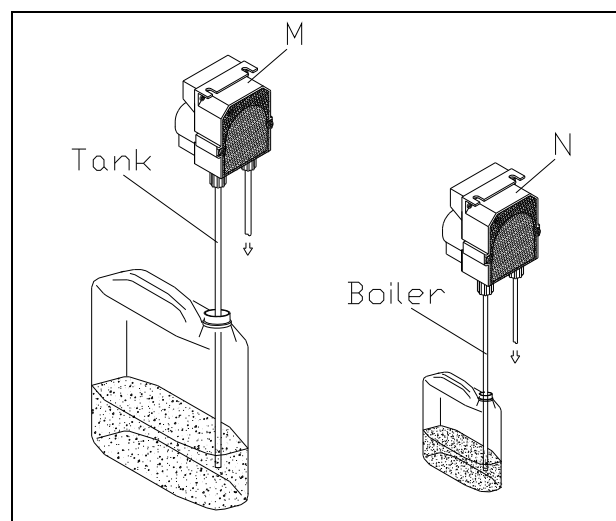

Fig. 3-4
- I dosatori di detersivo (M) (a richiesta) e brillantante (N) sono regolati dal costruttore. Nel caso si rendesse necessaria una diversa taratura agire sulla vite di regolazione degli stessi dosatori. I contenitori di detersivo e brillantante (se non in dotazione all'apparecchio) vanno posti presso la macchina ed il prelievo viene effettuato attraverso i tubi di raccolta trasparente (Tank per il detersivo e Boiler per il brillantante) situati nella parte posteriore dell'apparecchio (fig.3-4).
- The detergent dispenser (M) (optional) and rinse aid dispenser (N) are regulated by the manufacturer. If the setting needs to be changed, turn the regulating screw on the dispensers. The detergent and rinse aid containers (if not provided with the appliance) should be placed next to the machine and connected to the transparent pipes fitted to the back of the appliance (Tank for the detergent and Boiler for the rinse aid) (fig.3-4).
- Die Dosierer des Reinigungsmittels (M) (auf Anfrage) und des Glanzspülmittels (N) werden werkseitig eingestellt. Für andere Einstellungen die Stellschraube der Dosiervorrichtung regeln. Die Behälter für Reinigungsmittel und Glanzspülmittel (wenn nicht mit dem Gerät mitgeliefert) müssen in unmittelbarer Nähe der Maschine stehen und die Entnahme erfolgt über die durchsichtigen Schläuche (Tank für das Reinigungsmittel und Boiler für Glanzspülmittel) an der Rückseite des Geräts (fig.3-4).
- Les doseurs du détergent (M) (sur demande) et du produit de rinçage (N) seront réglés par le constructeur. S'il vous fallait régler différemment, faire tourner la vis de réglage sur les doseurs mêmes. Les alvéoles à détergent et à produit de rinçage (si non fournies avec l'appareil) seront mises près de la machine et le prélèvement sera effectué par des tubes transparents (Tank pour le détergent et Boiler pour l'agent de brillantage) situés derrière l'appareil (fig.3-4).
- Los dosificadores de detersivo (M) (a pedido) y abrillantador (N) salen de la fábrica regulados por el Constructor. En el caso de que se necesitara una regulación distinta, usar el tornillo de dosificación de los propios dosificadores. Si los contenedores de detersivo y abrillantador no forman parte del equipamiento base, se deben colocar cerca de la máquina; el detersivo y el abrillantador se sacan a través de los tubos de toma transparentes (letrero Tank para el detersivo y Boiler para el abrillantador) ubicados en la parte trasera del aparato (fig.3-4).